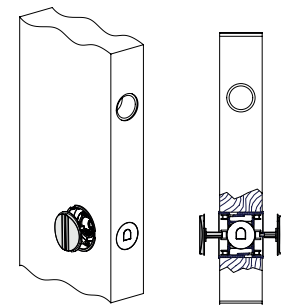

Fig. 5
5. Posizionare le placche tonde o quadre, pressandole sino al loro bloccaggio nei supporti e in battuta contro la superficie del pannello (Fig. 5).
Place the plates, round or square, pressing them until they are locked in the supports and against the surface of the panel (Fig. 5).